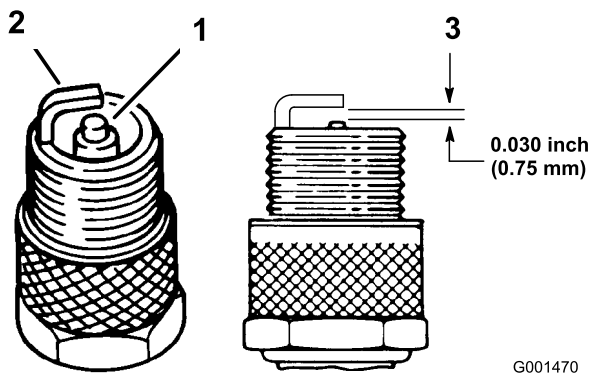

Figure 36
- Contrôlez l'écartement entre l'électrode centrale et l'électrode latérale (Figure 36). Courbez l'électrode latérale (Figure 36) si l'écartement est incorrect.
- Branchez la bougie (Figure 36).
- Examinez le centre de la bougie (Figure 36). Si le bec isolant est recouvert d'un léger dépôt gris ou brun, le moteur fonctionne correctement. S'il est recouvert d'un dépôt noir, cela signifie généralement que le filtre à air est encrassé.